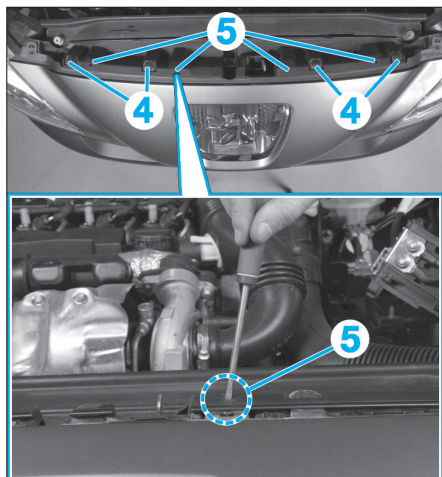

Fig. 155
- les vis de fixation (4) (Fig.155).
- Dégrafer le bouclier avant en (5) comme illustré.